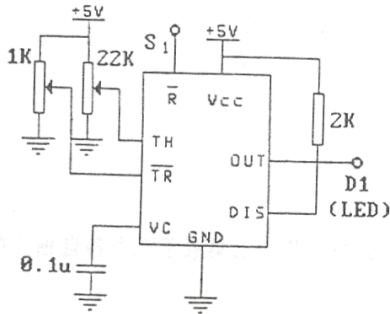

图 8.3 测试接线图
- (1). 按图 8.3 接线,可调电压取自电位器分压器。